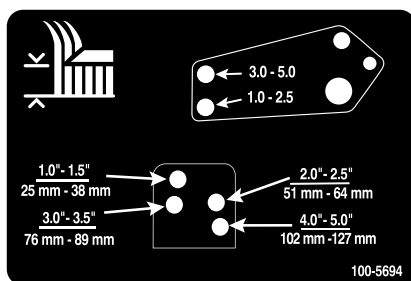

Рисунок 23
10. Совместите отверстия тяг демпферов с выбранными отверстиями кронштейнов высоты скашивания в раме деки газонокосилки, вставьте шплинтуемые штифты и зафиксируйте их игольчатыми шплинтами (Рисунок 23).